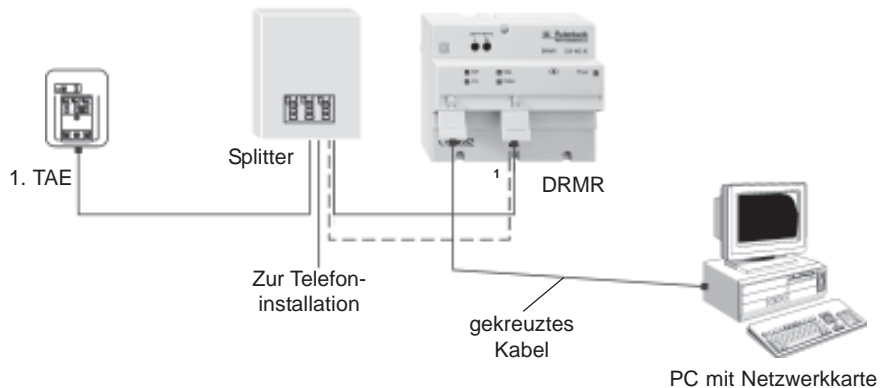

Bild 4
- 3 Verbinden Sie den DRMR (Buchse LAN) durch Standard-Patchkabel mit dem Netzwerk, indem Sie die Patchkabel in die entsprechenden RJ-45-Buchsen stecken (s. Bild 4 oder 5). Für diese Verbindung erhalten Sie von Rutenbeck „extra kurze“ Patchkabel um ggf. überflüssiges Kabelgut in der Verteilung zu vermeiden (PK 0,35m = 35 cm / PK 0,23m = 23 cm). Ist nur ein PC am DRMR angeschlossen, müssen Sie ein gekreuztes Kabel verwenden!